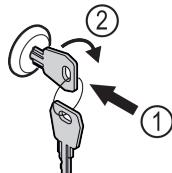

Fig. 159
- Вставьте ключ. Fig. 159 (1)
- Поверните ключ на 90° по часовой стрелке. Fig. 159 (2)